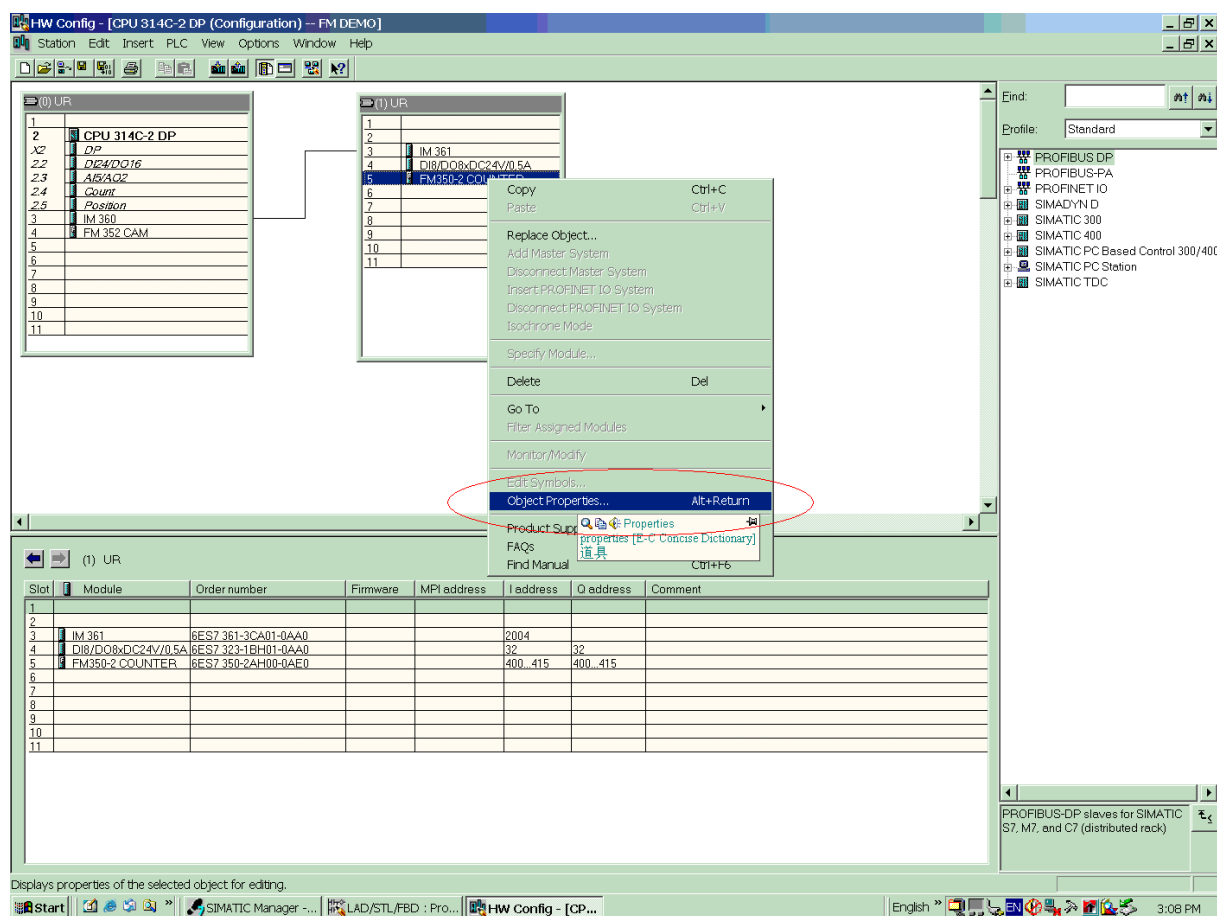

图 4
- 打关于 FM350-2 的 Object Properties，如图 4;